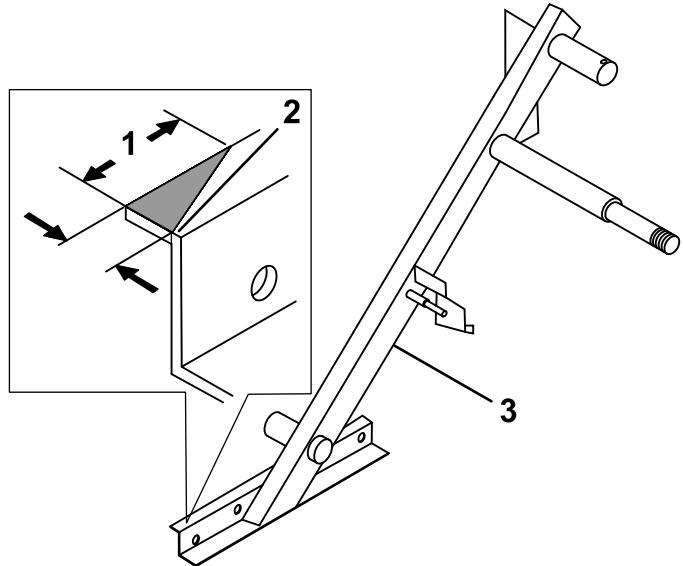

Рисунок 8
2. При необходимости срежьте угол рамы сборщика кернов с помощью режущего инструмента, чтобы рама не касалась переднего колеса (Рисунок 8).